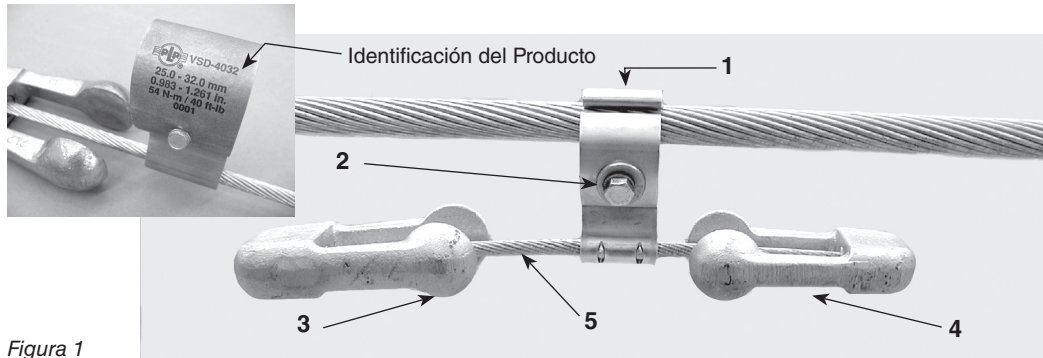

Figura 1
- Cuerpo y garra:** con forma de gancho, el cuerpo del amortiguador se apoya sobre el cable o conductor, mientras que la garra hace el cierre. Como se demuestra en la figura 1, el mensajero se fija por compresión en la parte inferior del cuerpo. La cara externa del cuerpo posee un grabado indeleble de identificación del producto (código), torque de colocación y número de lote.
- Pesa mayor:** el amortiguador mostrado en la figura 1, tiene pesas de dos tamaños y esto ofrece un mejor rendimiento del producto, que presenta hasta cuatro respuestas en frecuencias de vibración (dos para la pesa mayor y dos para la pesa menor). Otro diseño de amortiguador podrá tener pesas del mismo tamaño, que pueden ser posicionadas de forma asimétrica con relación al cuerpo para una respuesta múltiple.